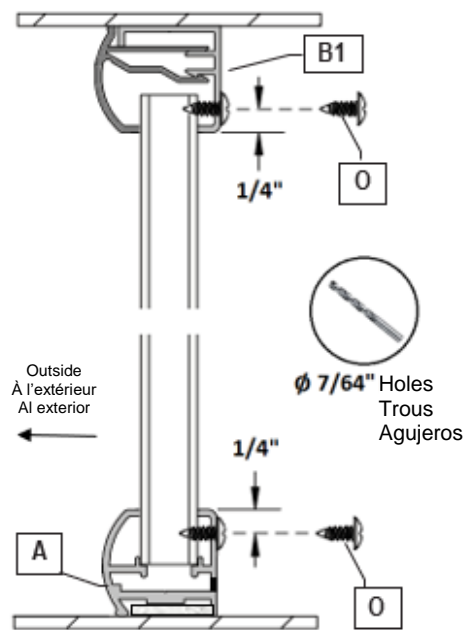

Fig 9c
3. Secure the **Inline Post (E)** to the **Inside Header (B1)** and the **Sill (A)** with the **#6 x 3/8" TH Header/Sill Screws (O)**. (Fig 9c)
3. Fixez le **poteau en ligne (E)** au **rail intérieur (B1)** et au **seuil (A)** avec les **vis de rail/seuil TH n° 6 x 3/8 po (O)**. (Fig. 9c)